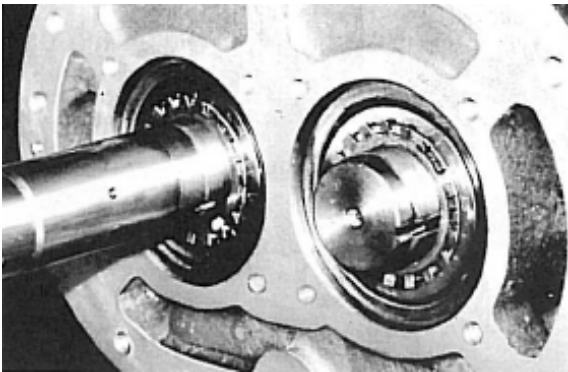

Fig. 108 Mise en place de la rondelle de palier
- f) A l'aide de la bague de roulement intérieur sur l'arbre, forcer le rotor vers le côté refoulement à l'aide d'un tournevis et en prenant appui sur l'écrou à encoches (ref. Fig. 108). Monter un micro-mètre en bout d'arbre, côté aspiration, et mettre le repère à 0 (zéro).